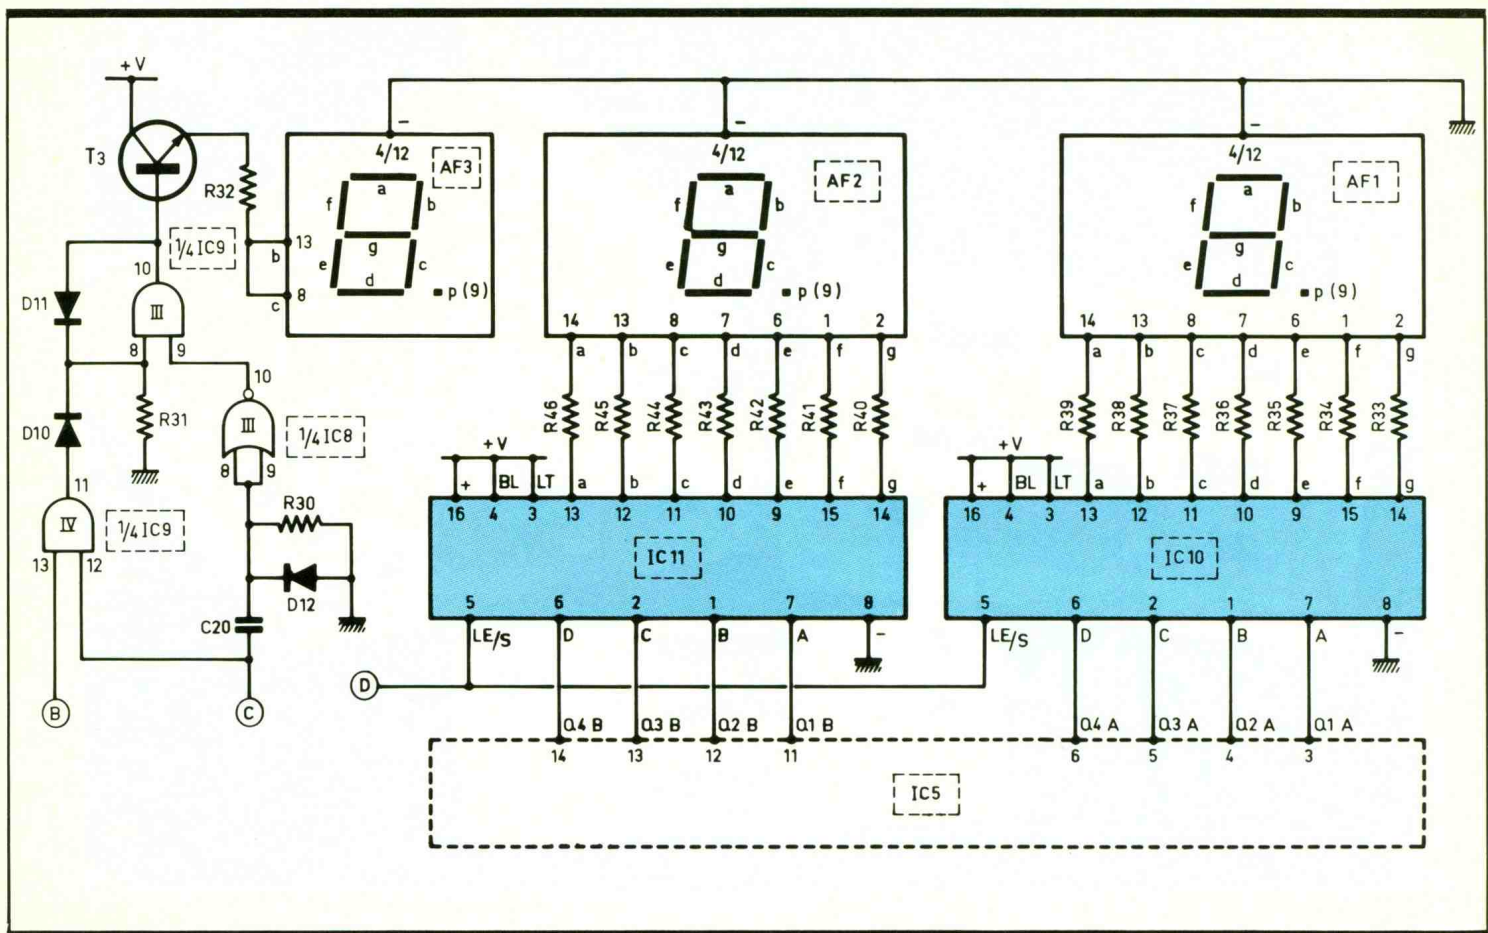

Fig. 4 Affichage.
i) Décodage et affichage (fig. 4)
j) Affichage de la centaine (fig. 4)